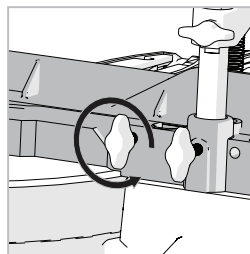

Fig. 10
- Allentare la vite zigrinata (**fig. 10**).